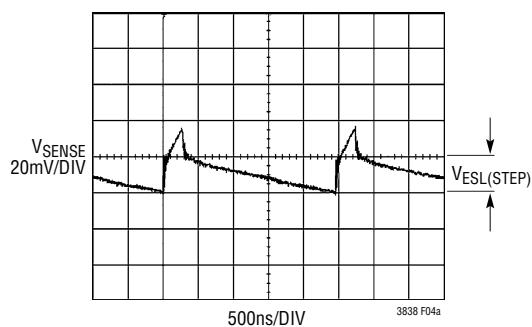

図4a. 検出抵抗の両端で直接測定した電圧波形
1.2V/15Aのコンバータの場合、実装面積が2010の2mΩ検出抵抗の両端の電圧波形を図4aに示します。この波形は純粹に抵抗性の成分と純粹に誘導性の成分を重ね合わせたものです。これは、差動での測定結果を得るために、オシロスコープの2つのプローブと波形計算を使用して測定しています。インダクタのリップル電流および上側スイッチのオン時間とオフ時間の追加測定に基づき、寄生インダクタンスの値は次式によつて0.5nHであると計算されました。
ここで、 $V_{ESL(STEP)}$ はESLによって生じた電圧ステップで、図4aに示します。また、 t_{ON} および t_{OFF} は、それぞれ上側MOSFETのオン時間およびオフ時間です。寄生インダクタンスを検出抵抗で割った値(L/R)に近くなるようにRC時定数